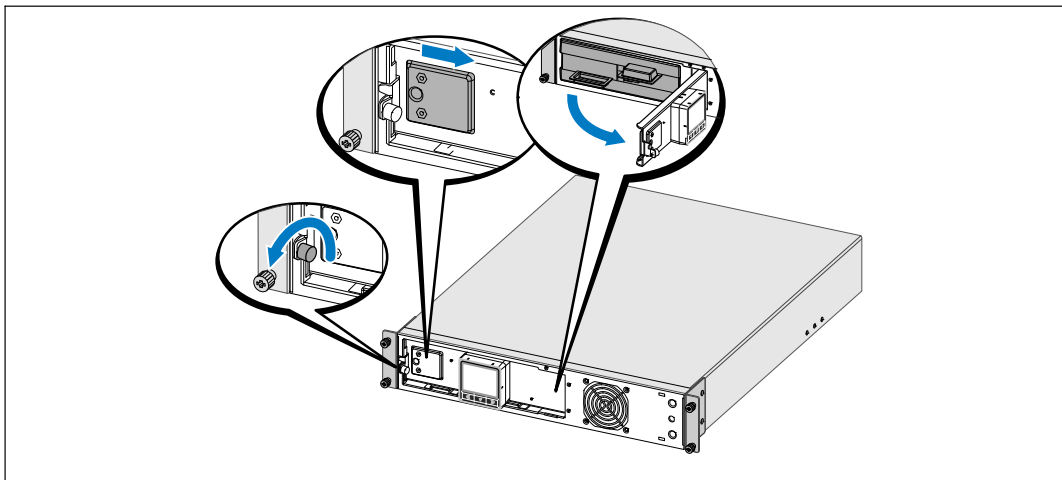

Рис. 35. Открытие металлической крышки батарей
- Ослабьте винт на металлической крышке батарей, отодвиньте крышку вправо и откройте (см. Рис. 35).